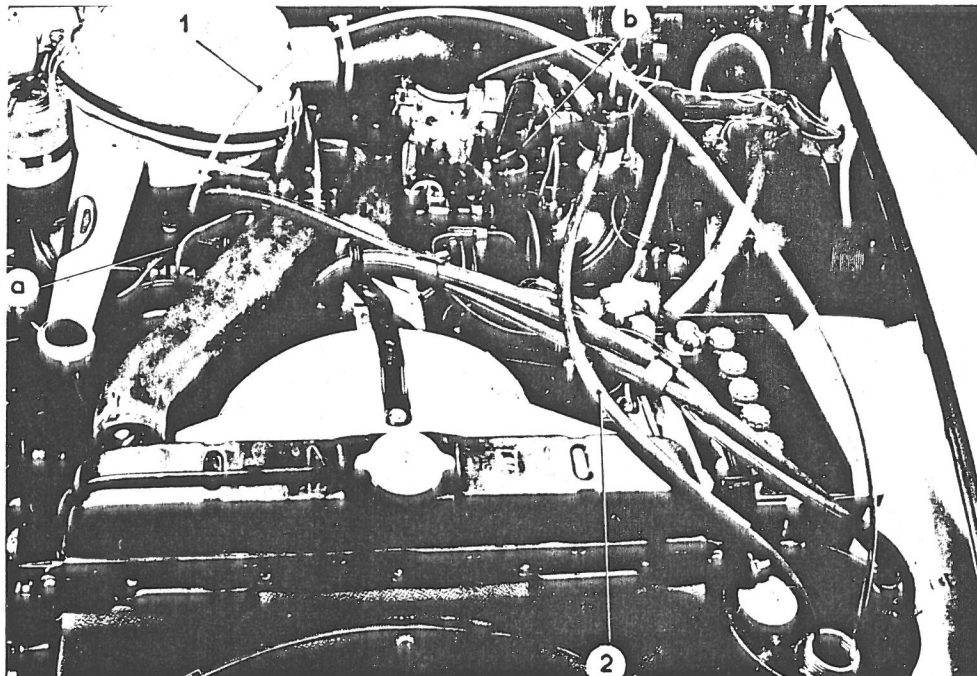

Fig. 21.
3. Der anbringes en slange på centrifugalregulatorens bageste udluftningsskrue ved "a", fig. 21 (forreste højre udluftning) og en slange ved hurtigtomgangsmekanismen ved "b" (venstre forreste udluftning). Enden af slangerne (1) og (2) placeres i væskebeholderen.